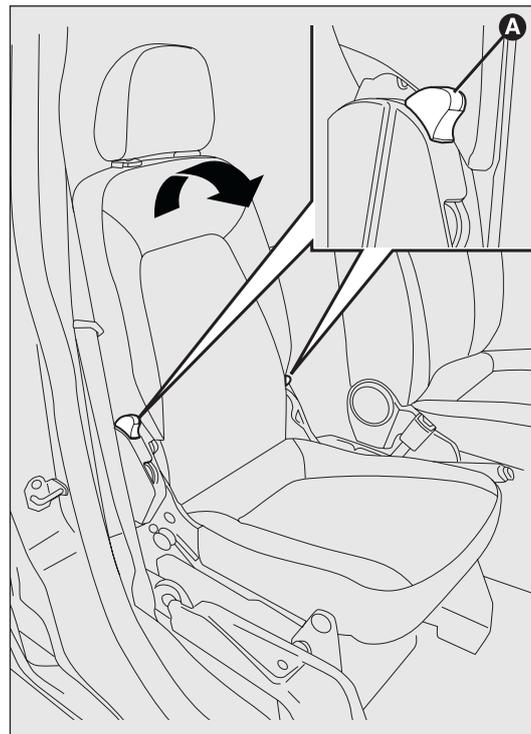

fig. 22
- accione las palancas A-fig. 22 y abata los asientos actuando en el sentido indicado por la flecha;